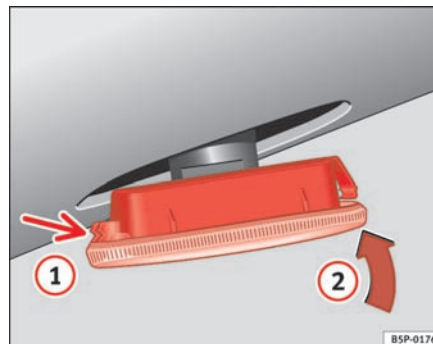

Fig. 154 Blinklygte i siden
- Sæt først blinklygten ind i karrosseriåbningen ved at få holdeelementerne **(1)** ⇒ fig. 154 til at gå i hak, og sæt derefter blinklygten ind i pilens retning **(2)** ⇒ fig. 154. ■